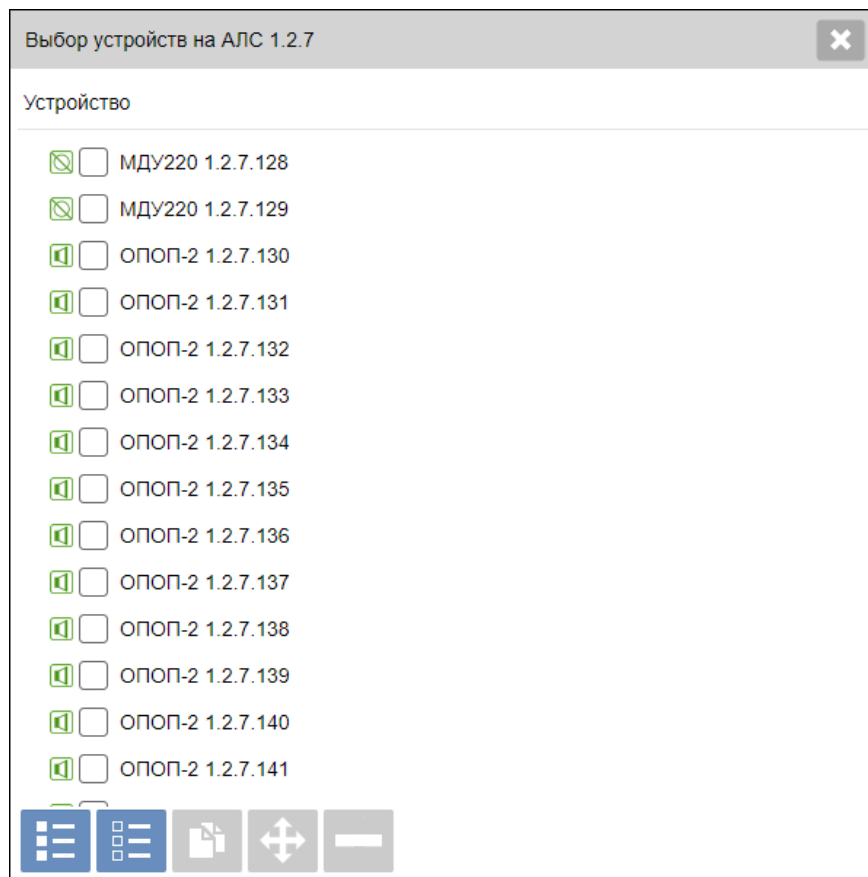

Рисунок 3.9 – Окно выбора устройств на шлейфе АЛС
1. Функция **Копировать** осуществляется при помощи команды контекстного меню, кнопки панели инструментов  (с помощью сочетания клавиш *Ctrl+C*). Скопировать несколько устройств на АЛС можно, пометив их в окне выбора устройств на шлейфе АЛС (рисунок 3.9) и нажав на кнопку **Копировать**. В этом окне также доступны кнопки **Выбрать все** и **Снять все выделения**.